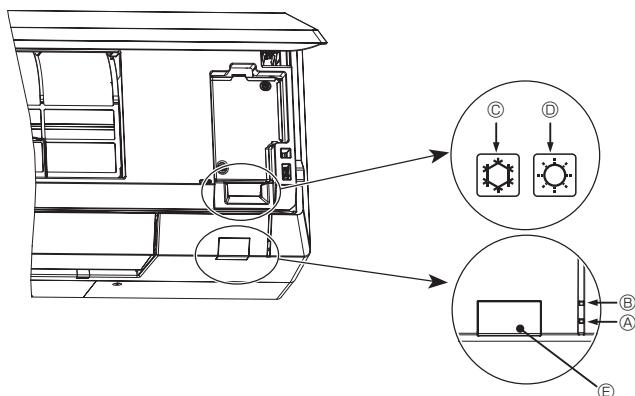

Fig. 5
Якщо ввімкнений режим AUTO (подвійна задана позиція), натисніть кнопку **TEMP**, щоб переключатися між верхньою границею ④ і нижньою границею ⑤. (Fig. 5)
- ④ Натискання кнопки **DELETE** видаляє налаштування номера режиму для показаного дня тижня.
- ⑤ Повторіть кроки 2–4 для вибору налаштувань для кожного дня тижня.